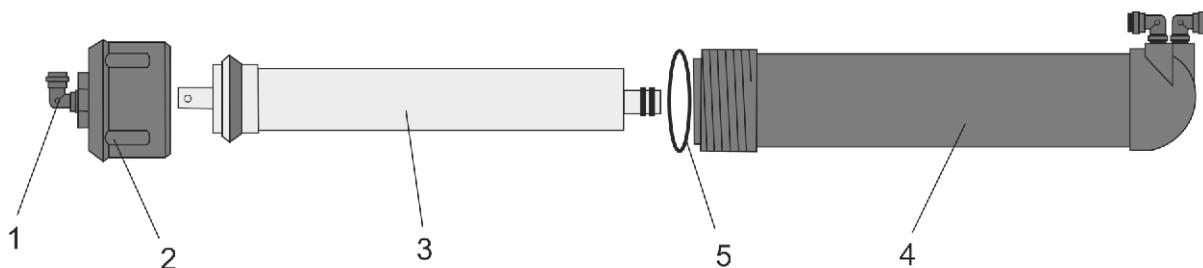

Рисунок 5
• **Для замены мембранного элемента (см. рис. 5):**
- Отсоедините трубку JG от входного штуцера (1). Соединение JG: выньте из под пластиковой втулки стопорную клипсу, нажмите на торец пластиковой втулки, вытяните трубку (или открутите накидную гайку – соединение JACO).
- Открутите крышку (2) корпуса (4).
- Освободите новый мембранный элемент от упаковки и вставьте его (3) в корпус (4) так, чтобы широкое уплотнительное кольцо мембраны (3) оказалось со стороны резьбовой части корпуса (4).
- Прилагая достаточное усилие, вдавите мембранный элемент (3) в корпус (4) до упора.
- Проверьте наличие и целостность уплотнительного кольца (5).
- Наверните крышку (2) на корпус (4).